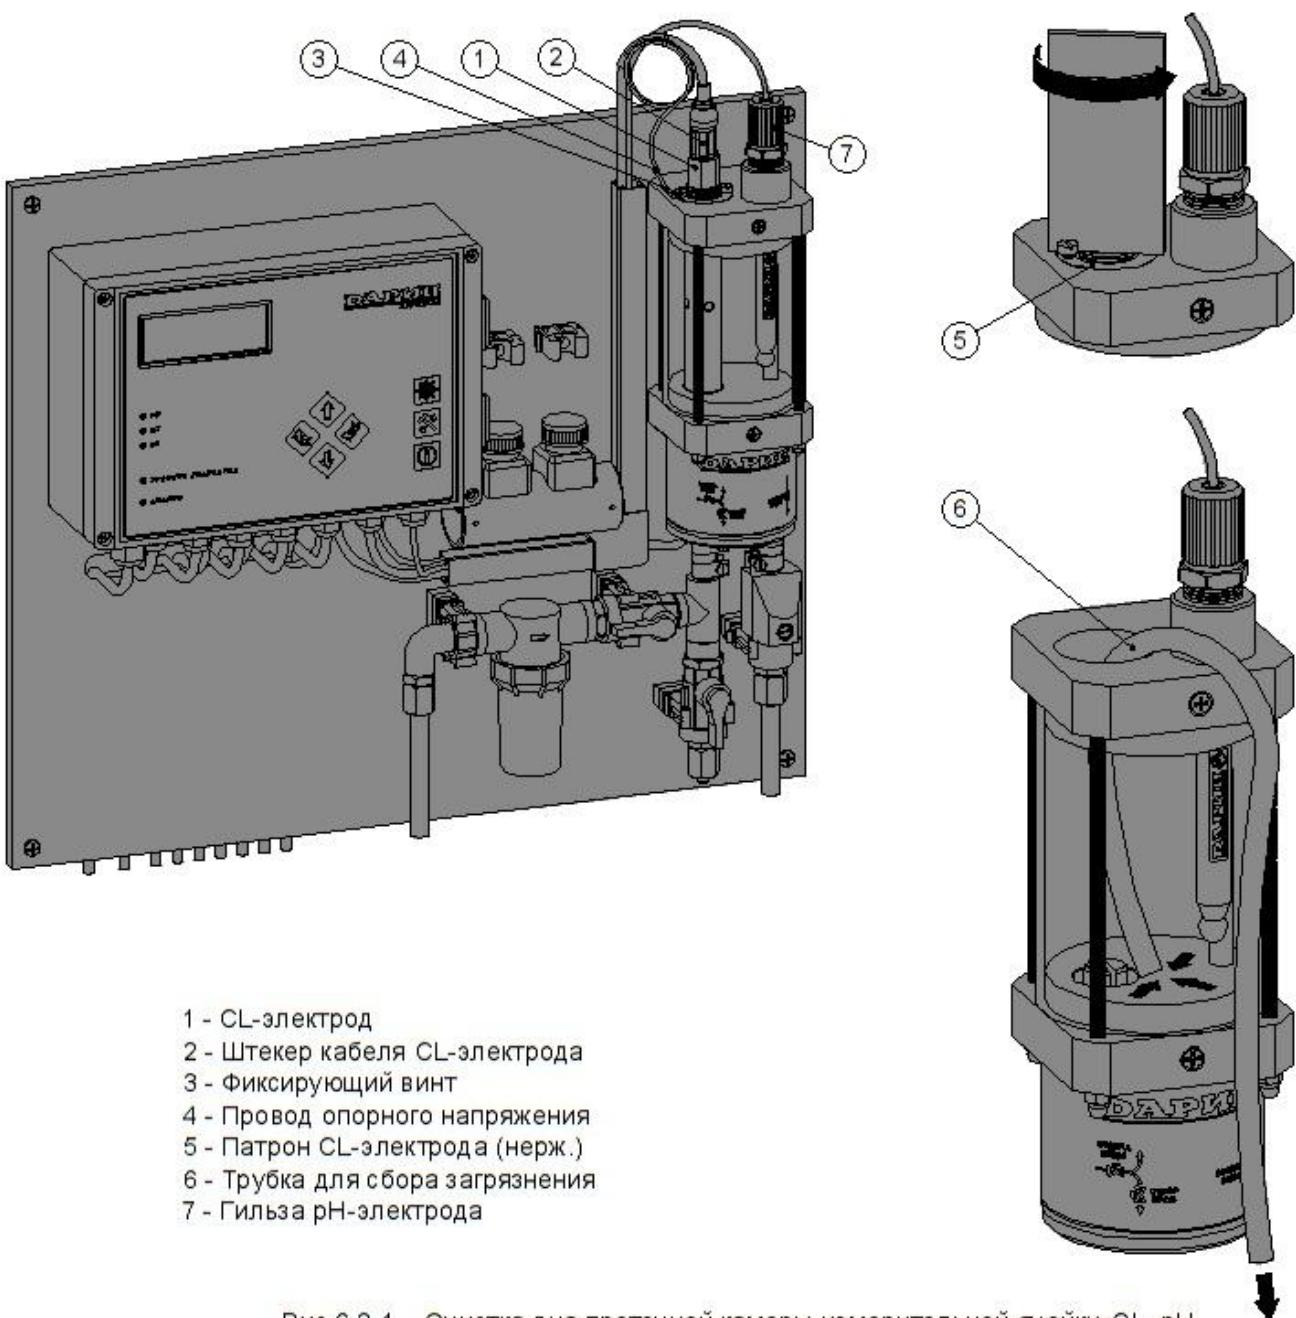

Рис.6.2-1 Очистка дна проточной камеры измерительной ячейки CL, pH
- отсоединить штекер кабеля от CL-электрода (см. рис.6.2-1, поз. 1 и 2); ослабить фиксирующий винт и отсоединить провод опорного напряжения от ячейки (см. рис.6.2-1, поз. 3 и 4); выкрутить CL-электрод из ячейки; далее выкрутить патрон CL-электрода из ячейки (см. рис.6.2-1, поз. 5);
- опустить один конец трубы на дно проточной камеры измерительной ячейки, а на другом конце трубы создать разряжение, чтобы из проточной камеры пошла вода, и опустить этот другой конец трубы в приёмную ёмкость (см. рис.6.2-1, поз. 6);
- слегка выкрутить гильзу pH-электрода (см. рис.6.2-1, поз. 7), чтобы из ячейки смог выходить воздух, дождаться заполнения ячейки водой и закрутить гильзу pH-электрода обратно; наличие воздуха в ячейке не нарушает её работоспособности, но желательно заполнять ячейку водой полностью;
- слегка выкрутить гильзу pH-электрода (см. рис.6.2-1, поз. 7), чтобы из ячейки смог выходить воздух, дождаться заполнения ячейки водой и закрутить гильзу pH-электрода обратно; наличие воздуха в ячейке не нарушает её работоспособности, но желательно заполнить ячейку водой полностью;